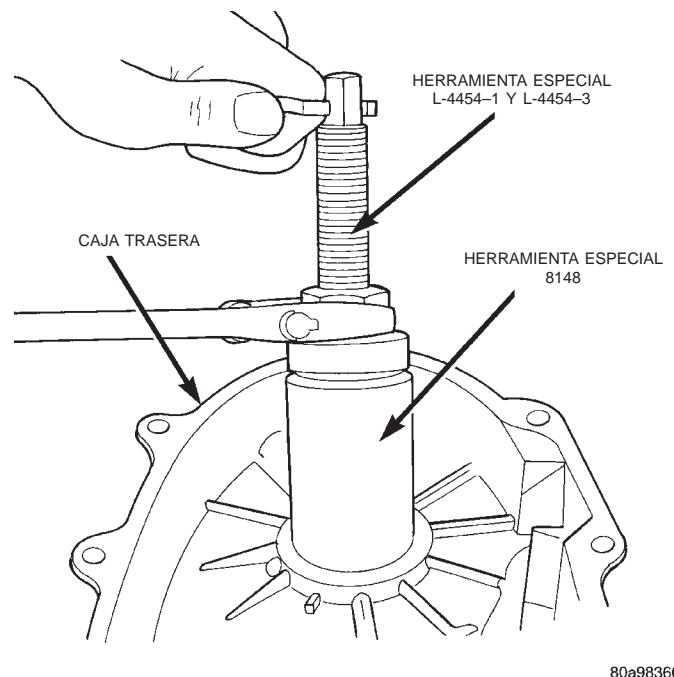

Fig. 46 Desmontaje del cojinete trasero del eje transmisor
(7) Retire el cojinete trasero del eje transmisor con el tornillo y las mandíbulas del extractor L-4454 y la cubeta 8148 (Fig. 46).